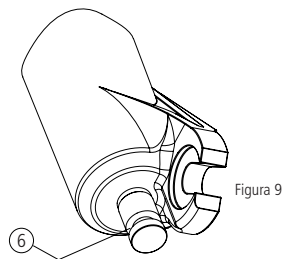

Figura 9
Para regular la velocidad de rebote utilice el botón (6) que se encuentra en la parte inferior de las botellas en la pierna hidráulica (Figura 9). Gire el botón (6) en el sentido anti horario para dejar el rebote más lento y en el sentido horario para dejar más rápido.